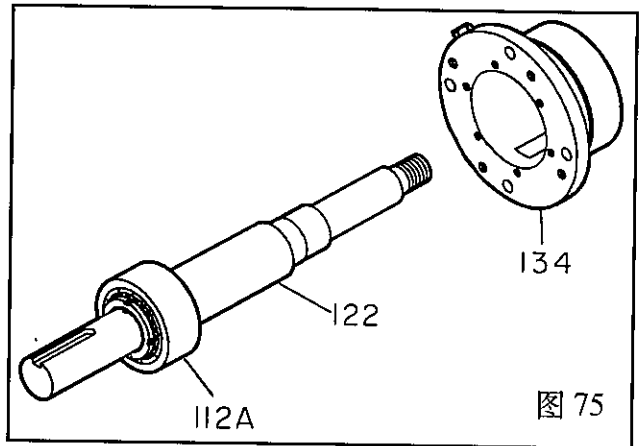

图 75
9. 从带有轴承(122A)的轴(122)上拆下轴承座(134)(图75)。